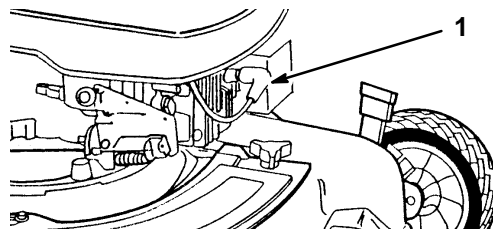

Figure 7
4. Reconnecter le fil de la bougie (s'il est débranché) (Fig. 7).